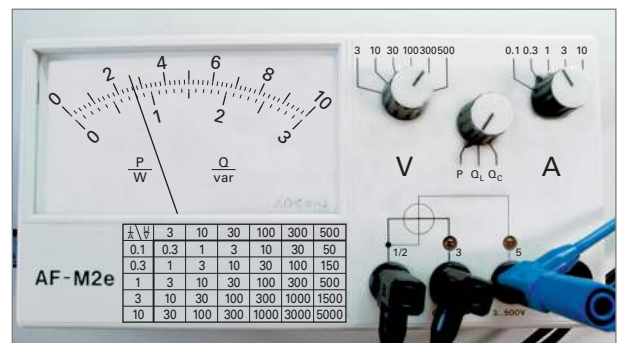

Bild 3: Messung der gesamten Wirkleistung P an der Leuchte
- c) Lesen Sie den Messwert P vom Leistungsmesser (**Bild 3**) ab und tragen Sie diesen Wert in die **Tabelle 1** auf **Seite 12** unter Vergleichswerte ein.